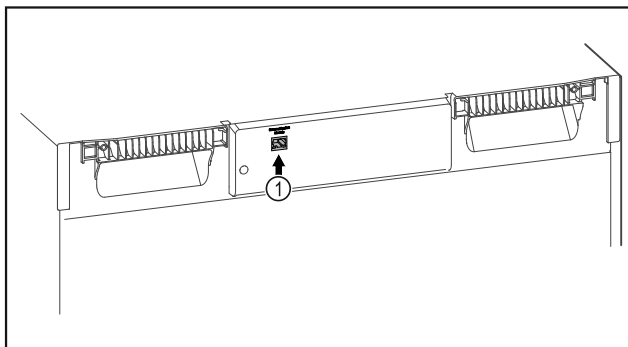

Fig. 127
- ☐ A SmartModule Fig. 127 (1) be van helyezve.